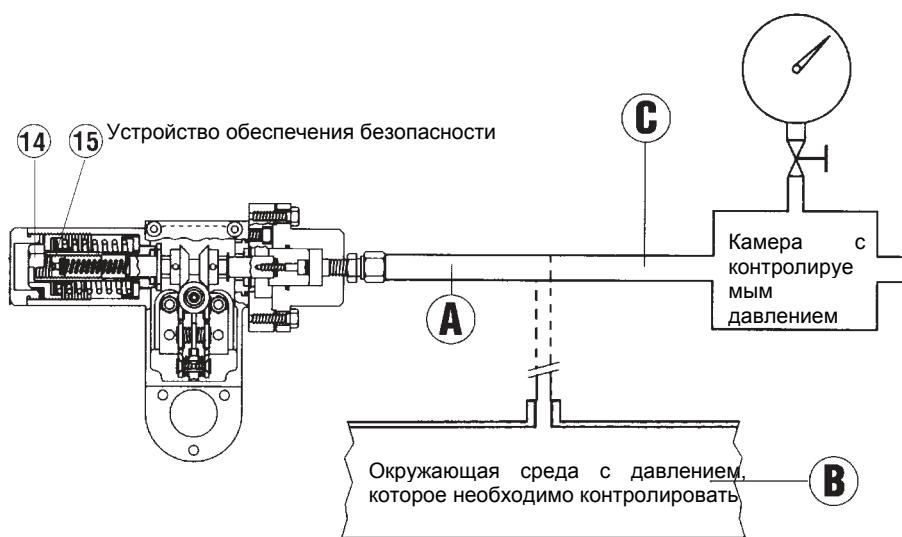

Рис.22
- В) Для устройств, не имеющих клапана "push" (рис. 22) рекомендуется отдельно подсоединить управляющую головку к вспомогательному контролируемому давлению и повторить описанные выше операции.
- Б) Для устройств, не имеющих клапана "push" рекомендуется отдельно подсоединить управляющую головку к вспомогательному контролируемому давлению и повторить описанные выше операции (рис. 22).